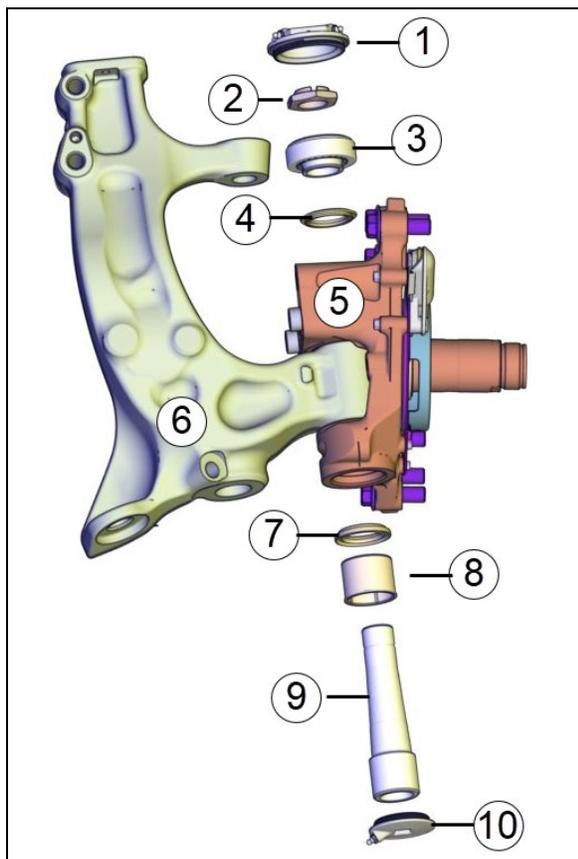
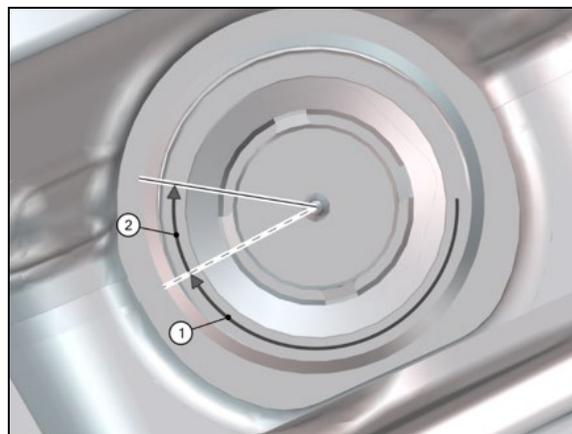

FIGURE 40: PIVOT DE PORTE-FUSÉE
FIGURE 44
- Retirez le couvercle supérieur et serrez l'écrou du pivot de porte-fusée (Figure 40) au couple prescrit.
- Retirez le couvercle supérieur et serrez l'écrou du pivot de porte-fusée (Figure 40) au couple prescrit (voir 1, Figure 44).
- Serrez l'écrou en angle de 30 ± 5 degrés. Marquez l'un des coins de l'écrou par rapport au pivot du porte-fusée (voir 2 Figure 44).